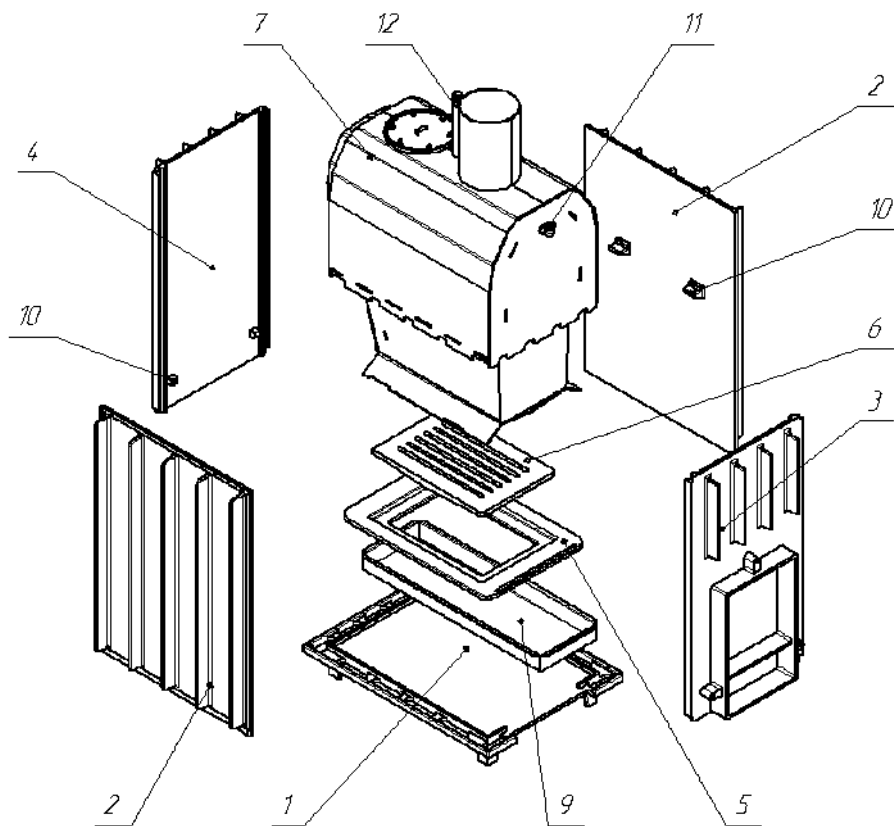
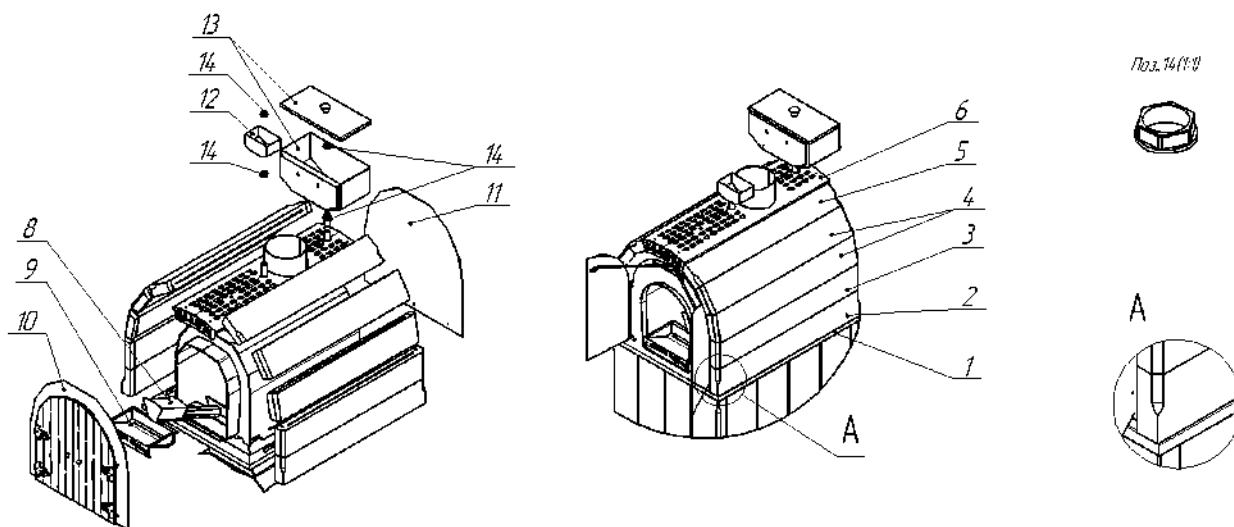

Рис.12 Схема сборки топочного агрегата печи Калита Арка.
Рис.19 Схема сборки верхней части декоративно-защитного ограждения печи Калита Арка и установки парообразовательных устройств.
2.3.2.2 На подготовленном месте в парной установить основание поз1 рис.12
2.3.2.3 В пазы основания установить боковые стенки поз.2 рис.12, затем переднюю поз.3 рис.12 и заднюю проз.4 рис.12. Приливы поз.10, рис.12 на боковых стенках должны быть расположены вверху, а на задней и передней стенках внизу.
2.3.2.4 Зафиксировав стенки эластичной стяжкой (резиновым жгутом) уложить основание колосника поз.5 рис.12, затем установить колосник поз.6, рис.12 в посадочное место в основании колосника.
2.3.2.5 Установить емкость для камней поз.7 рис.12 на верх стенок поз.2,3,4, рис.12. Проверить наличие в штатном месте каменки пластин жароаккумулятора (поз.8, рис.19). При необходимости уложить их вертикально.
2.3.2.6 Установить в подколосниковое пространство зольный ящик поз.9, рис.12.
2.3.8.2 Установить рамку поз.1, рис.19.
2.3.8.3 Установить и закрепить винтами к рамке (поз.1 рис.19) переднюю стенку с дверками поз.10 рис.19 и заднюю стенку (поз.11 рис.19)
2.3.8.4 Устанавливая комплектные промежуточные элементы, уложить камни (поз.2,3,4,5 рис.19) в порядке, указанном на Рис.19 (при наличии проволочных стяжек, установить их между камнями поз.3 и поз.4 рис.19., закрепить облицовку к петлям на каменке).
Завернуть в ввареный отвод поз.11 рис.12, с задней стороны арки, вертикальную трубку 1/2" для присоединения бака парового дозатора.
2.3.8.5 Установить крышку арки поз.6, рис.19.
2.3.8.7 Проверить наличие в верхней части каменки – форсунки парового дозатора, при необходимости вернуть ее. Во ввернутом состоянии указатель ее положения должен быть направлен вертикально вниз. Заполнить камнями дно каменки на высоту - 100-150мм. Установить приемную емкость жароаккумулятора поз.9 рис.19 в сборе с паровой пушкой нижнего парообразования (ППНП) поз.8 рис.19 в позиционные отверстия, расположенные в горизонтальной планке передней стенки арки, закрепить их штатными винтами. Заполнить камнями все пространство вокруг ППНП поз.8, рис.19, сохранив ее установочное положение.
2.3.8.8 Установить на вертикальную трубу 1/2" шаровой кран и бак парового дозатора, закрепить его упорными гайками поз.14 Рис.19.
2.3.8.9 Установить и закрепить упорными гайками воронку в паровую пушку верхнего парообразования (ППВП) поз.12 рис.19.